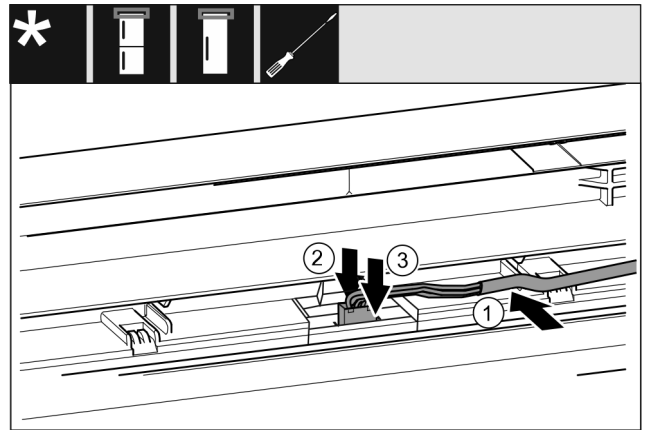

Fig. 44
- ▶ Shtroni me kujdes kabllon ngjyrë gri në udhëzuesin te dera lart. Fig. 44 (1)
- ▶ Shtypni nga prapa majën e kapjes. Fig. 44 (2)
- ▶ Mbërtheni në vend spinën. Fig. 44 (3)